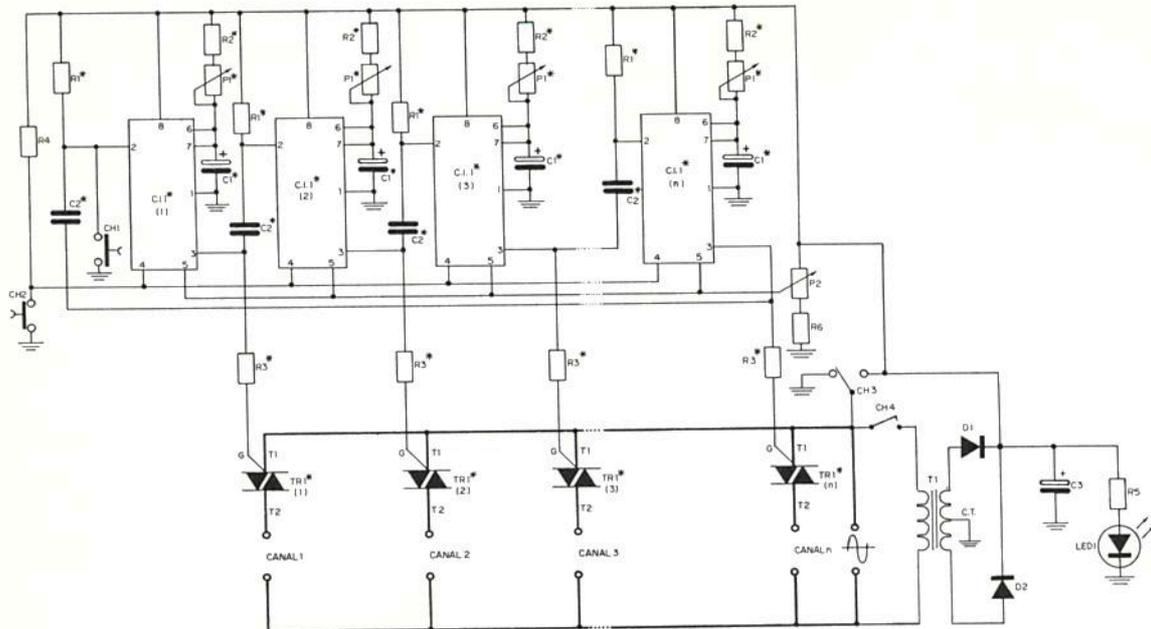
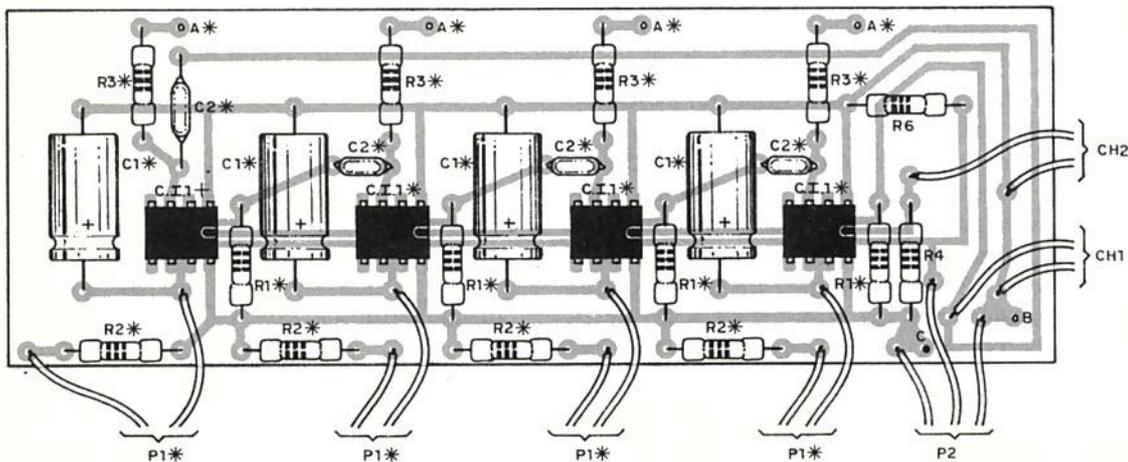

FIGURA 6
FIGURA 9
Após essa breve conceituação teórica estamos aptos a entender o funcionamento do nosso circuito sequencial de n canais. Na figura 6 temos o diagrama esquemático completo, incluindo a fonte de alimentação; os componentes assinalados com um asterisco repetem-se para cada canal: se por exemplo quisermos um super sequencial de vinte canais, teremos de adquirir 20 resistências R1, 20 integrados C.I.1, 20 capacitores C2, 20 TRIACs e assim por diante, contudo, apenas será necessária uma resistência R4, um interruptor CH1, um único transformador T1, etc.
O princípio de funcionamento do circuito, figura 6, é dos mais simples conforme veremos a seguir.
Se o interruptor CH3 se encontrar na posição indicada pela figura 6 não haverá circulação de corrente pela junção T1-G dos TRIACs e dessa forma os canais estarão inibidos, ou seja, as lâmpadas a eles conectadas estarão apagadas. Mas se o interruptor CH3 for comutado para a outra posição, que referencia o terminal T1 ao (+) de alimentação, haverá circulação de corrente através de CH3, terminal T1 dos TRIACs, respectivos resistores limitadores R3 e respectivas saídas (em zero volts - repouso) dos integrados; ora, havendo circulação de corrente por essa junção dos TRIACs, eles passam a conduzir "fechando" o "contato" T1-T2 com o que a lâmpada "pendurada" a cada canal irá acender. Daqui nota-se que CH3 é o responsável pelo modo de operação do circuito.
za e o canal 1 seja ativado (estamos supondo que CH3 ocupa a posição indicada pela figura 6); a transição ascendente do sinal de C.I.1* (1) também é transmitida à entrada 'disparo' do estágio à frente, porém ela será ignorada já que essa entrada, pino 2, é apenas sensível a pulsos de amplitude inferior a 1/3 de +Vcc.
Estando CH3 na posição contrária à indicada na figura 6, todas as saídas, estarão habilitadas quando o dispositivo se encontrar em repouso e tão logo seja ativado através de CH1, será inibido o primeiro canal; momentos após voltará a ficar ativo, porém será a vez do canal 2 ficar inibido, e assim sucessivamente. Por aqui vemos que neste modo de funcionamento todas as lâmpadas ficam ativas exceto uma que, digamos, irá "deslocando-se" de posição para a posição imediatamente posterior, ou em outras palavras: em um momento qualquer, apenas teremos UMA lâmpada apagada (o contrário ocorre quando CH3 aterriza os terminais T1 dos TRIACs, figura 6). Ainda em relação a esta modalidade de funcionamento, onde apenas um canal fica desativado, há de se observar o consumo de energia de todo o conjunto o qual em alguns casos, poderá superar a máxima corrente capaz de ser manipulada pela tomada (macho e/ou fêmea) ou pela própria fiação onde estiver ligado o aparelho. De fato, se dispusermos de 21 canais (500W cada) e optarmos por essa última modalidade de funcionamento do circuito onde, neste caso, ficam pelo menos 20 canais ativos, poderemos "puxar" em torno de $20 \times 500W$, ou seja, 10KW!!! Isso equivale, sob 110 volts, a uma corrente por volta dos 100 ampères! Haja fiação "parruda" para aguentar tal corrente! Isso sem falar nas tomadas!
Cabe aos potenciômetros P1* estabelecer o tempo, até certos limites, durante o qual o respectivo canal ficará ativo, quer acendendo a lâmpada que serve de carga (CH3 na posição da figura 6), quer apagando-a. Este ajuste individual, pertinente a cada canal, permite inúmeros efeitos como o de ir deixando cada canal, a partir do primeiro, mais tempo ativo; outra idéia é estabelecer os maiores períodos para os canais de ordem par e os menores para os canais de ordem ímpar, ou seja, canais 1, 3, 5, etc. Certamente o leitor encontrará uma quase infinidade de formas diferentes de utilizar essa facilidade oferecida pelo circuito.
Além do ajuste individual pertinente a cada saída ou canal, existe um outro comando que provoca maior, ou menor, velocidade de varredura para o circuito. Estamos referindo-nos ao potenciômetro P2, figura 6: quanto mais se dirigir o seu cursor em direção a +Vcc tão menor se tornará a velocidade de varredura e, em caso contrário, quanto mais próximo do potencial nulo se situar esse cursor tão mais rápida se tornará a varredura, isto é, mais rapidamente o circuito retornará à sua posição inicial, porém manterá a proporcionalidade entre os períodos de temporização individuais; explicando melhor: suponha que dois canais adjacentes, ou não, apresentem, respectivamente, o período de 1 segundo e 0,5 segundo (razão $1 \div 0,5 = 2$), ao girar o cursor de P2 suporemos que o período do primeiro monoestável passe a ser de apenas 0,2 segundo, se isso ocorrer, o outro passará a apresentar um período de temporização de
As linhas mais grossas do desenho da figura 6 sugerem que tais ligações devem ser feitas com fio de grosso calibre compatível com a corrente que irá circular.
Portanto, a primeira coisa a decidir é a quantidade de canais desejada, não ignorando o fato do custo aumentar quase que proporcionalmente a essa quantidade. Também não deve ser deixado de lado as limitações de consumo normalmente existentes nas instalações elétricas conforme foi mencionado anteriormente; isto nos leva a uma segunda decisão: ou montamos o circuito conforme o diagrama esquemático da figura 6, ou retiramos o interruptor CH3 mantendo permanentemente 'aterrado' os terminais T1 dos TRIACs e aí teremos apenas UM canal ativo em dado momento, podendo, neste caso, utilizar-nos da máxima potência de cada canal (500W/110V).
Outro fato é quanto aos diodos retificadores D1 e D2 (figura 6), os quais devem suportar 1,5 vezes esses valores de corrente (os do tipo 1N4007, BY126, BY127, etc. atendem à maioria dos casos). É verdade que para estes componentes o custo não se acentua, a menos que, é claro, haja necessidade de utilizar diodos para uns 20 ampères, ou mais. Mesmo assim o capacitor de filtragem C3 (figura 6) deve ter sua capacitância aumentada conforme for o consumo do aparelho; uma regra bem simples nos diz que ela deve ser de uns $3000 \mu F$, ou mais, para cada ampère solicitado pela carga (para o caso do consumo de 1,5A tal capacitância será de $3000 \mu F \times 1,5 = 4500 \mu F$ como valor mínimo).
A figura 9 mostra a distribuição dos componentes sobre a plaqueta, ficando evidenciada a mencionada repetição. Os pontos assinalados por 'A*' irão ter, por meio de fios flexíveis, às comportas G dos TRIACs como se verá adiante. Dos pontos B e C, também assinalados nessa figura, partirão os fios, flexíveis, que alimentarão o circuito: o ponto B corresponde ao (-) da fonte de alimentação enquanto o C corresponde ao (+).
pontos B e C da primeira placa — vide figura 9. Dos pontos B1 e C1 também partirá um par de fios em direção ao interruptor CH4 (figura 6) que, como sabemos, é optativo.
Os furos assinalados por 'A*' (figura 13) devem ser interligados aos respectivos pontos 'A*' marcados no chapeado da figura 9; não há necessidade de fio flexível de grosso calibre.